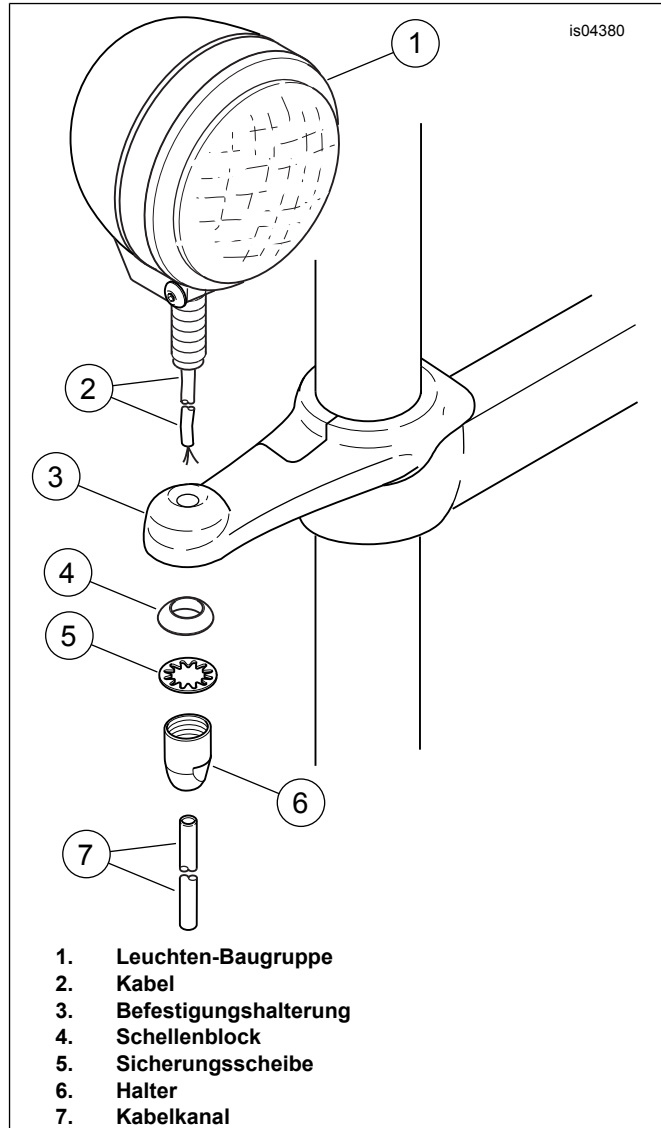

Abbildung 2. Leuchten einbauen
7. Siehe Abbildung 2. Das Kabel (2) der blauen Verfolgungsleuchte (1) durch die rechte Befestigungshalterung (3) verlegen und die Leuchte mit einem Schellenblock (4), einer Sicherungsscheibe (5) und einem Halter (6) befestigen. Den Halter anziehen auf 22–24 N·m (16–18 ft·lbs).